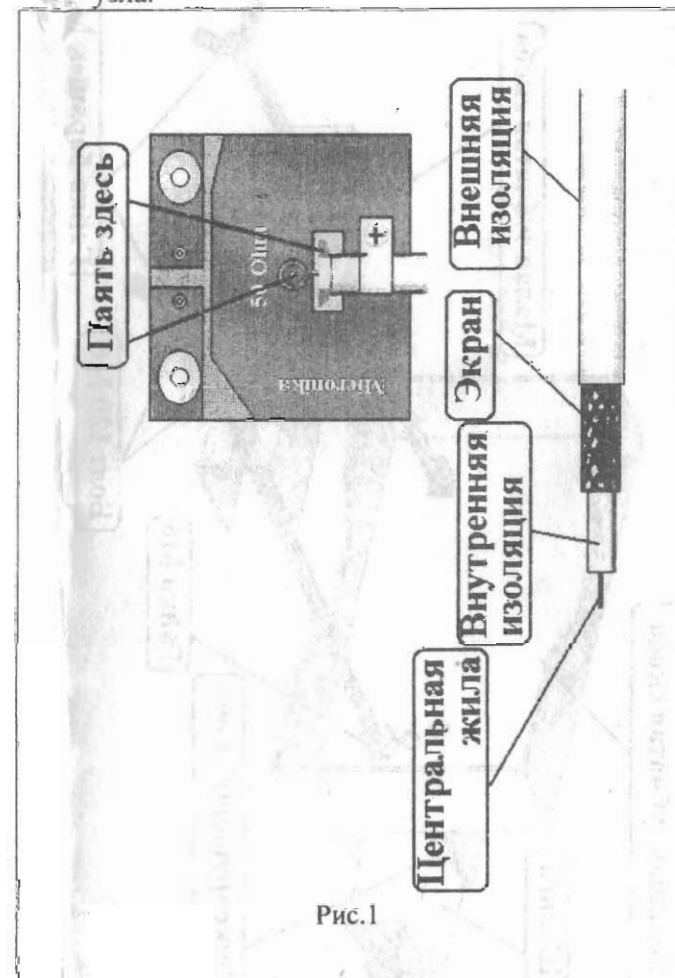

Рис.1
6.1 Для антенны без кабеля снижения Открыть согласующую коробку. Предварительно разделанный и облуженный кабель снижения необходимой длины присоединить к монтажной плате пайкой согласно рис. 1